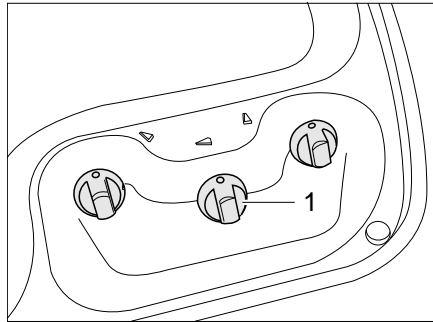
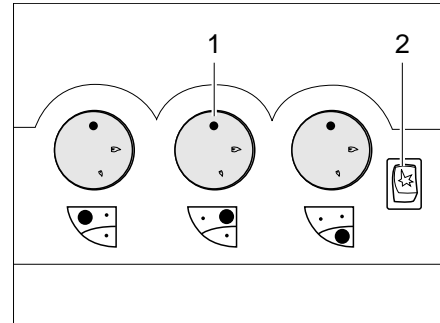

Bild 189 Bedienelemente für Gaskocher
Bild 190 Alternative: Bedienelemente für Gaskocher
- Drehregler (Bild 189,1 oder Bild 190,1) der gewünschten Brennstelle auf Zündposition (große Flamme) drehen.
- Wenn eine Zündtaste (Bild 190,2) vorhanden ist: Funke durch Drücken der Zündtaste erzeugen.